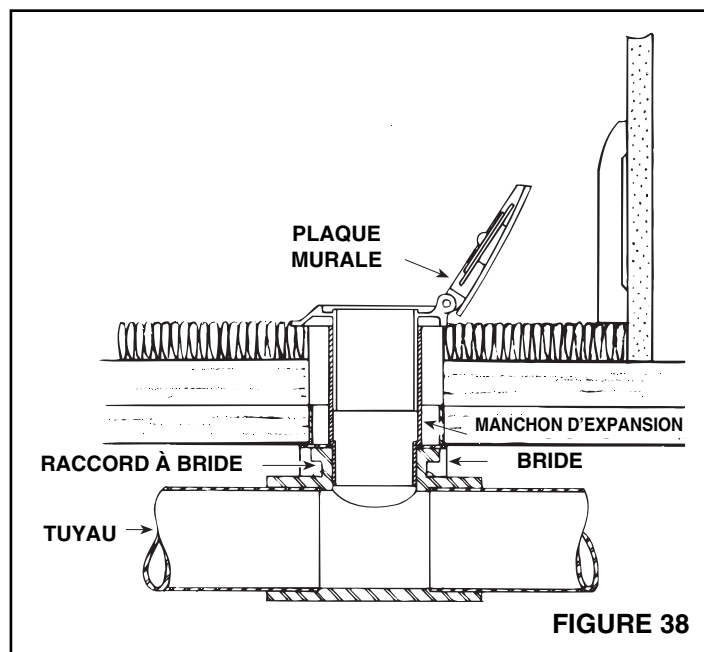

FIGURE 38
5. Consultez la figure 38. Faites passer les fils basse tension dans la bride de montage et fixez les aux vis à l'arrière de la prise de plancher. Collez le manchon d'expansion à la prise modèle 360. Insérez le manchon d'expansion dans la garniture de vinyle de la bride de montage, puis insérez-le solidement dans le raccord à bride.